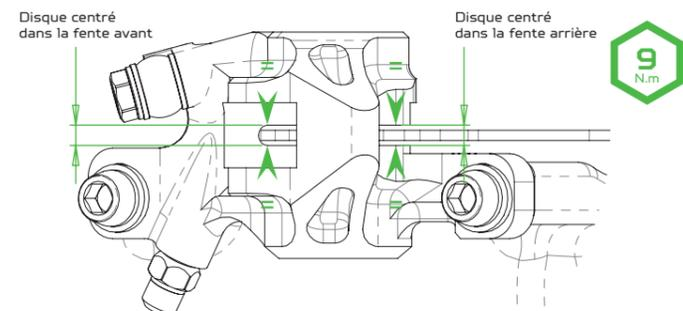

Fig 001
**004** Aux deux extrémités de l'étrier, ajustez sa position afin qu'il soit parfaitement placé, symétriquement par-rapport à la tranche du disque. (Illustration Fig 001). Serrez ensuite les 2 vis M6 à l'aide d'une clef Allen de 5mm. **Couple de serrage recommandé : 8-9 N.m.**